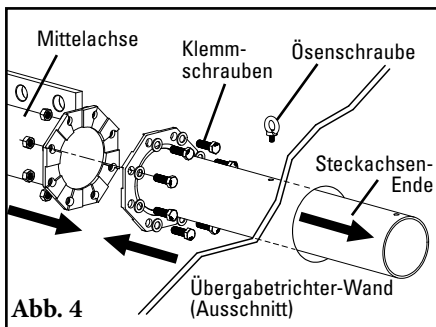

Abb. 4
- Die Steckachsen-Enden an die Mittelachse anbauen. Bei Bedarf die Ösenschrauben entfernen und die Steckachsen-Enden von innen durch die Löcher im Übergabetrichter einführen und die Schraubenlöcher im Flansch mit den Löchern des Flansches der Mittelachse ausrichten (Abb. 4). Alle Klemmschrauben, Unterlegscheiben und Muttern eindrehen und festziehen.